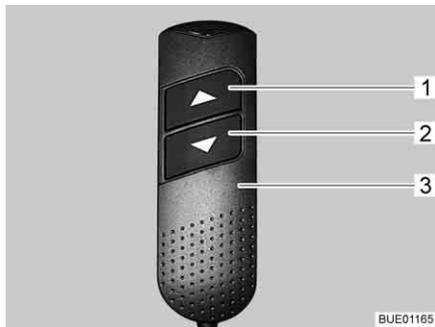

Fig. 137 Commande manuelle
**Rentrer :** ■ Sur la commande manuelle (Fig. 137,3), appuyer sur la touche "▼" (Fig. 137,2) et la maintenir pressée. Le pied rentre. Les têtes se relèvent.
**Sortir :** ■ Sur la commande manuelle (Fig. 137,3), appuyer sur la touche "▲" (Fig. 137,1) et la maintenir pressée. Le pied sort. Les têtes s'abaissent.
**Régler les têtes :** ■ Sur la commande manuelle (Fig. 137,3), appuyer sur la touche "▼" (Fig. 137,2) ou sur la touche "▲" (Fig. 137,1) jusqu'à ce que la position désirée soit atteinte.